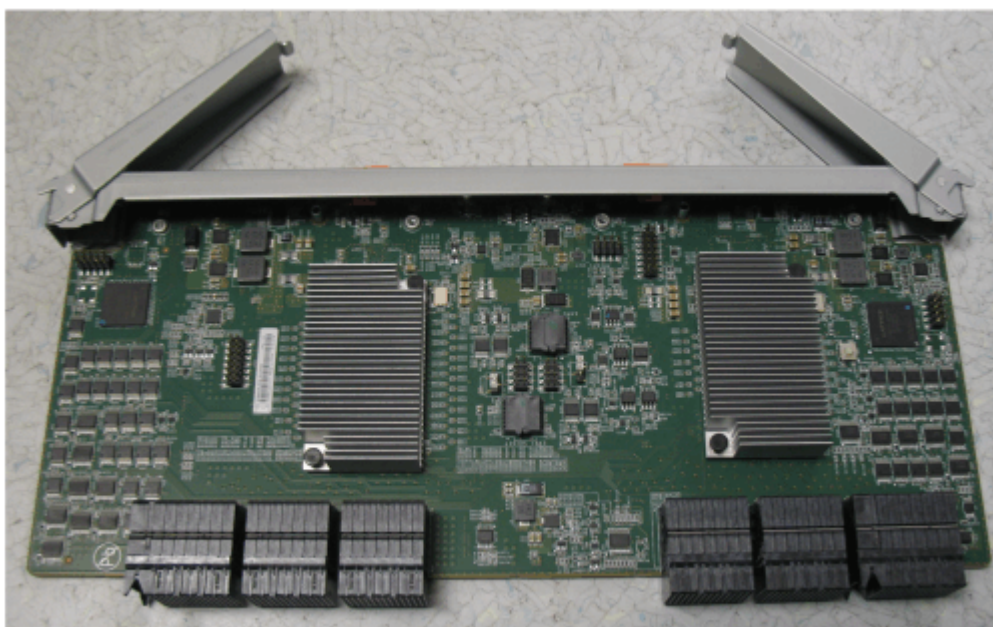

Figure 117. Module d'extension secondaire retiré du boîtier
5. Placez le module d'extension secondaire dans un endroit sûr, comme indiqué dans la Figure 117, à la page 105.